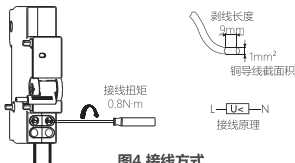

图4 接线方式
5.4 适用于铜导线连接，导线截面积选用 1mm^2 ，接线方式及剥线长度如下图4。